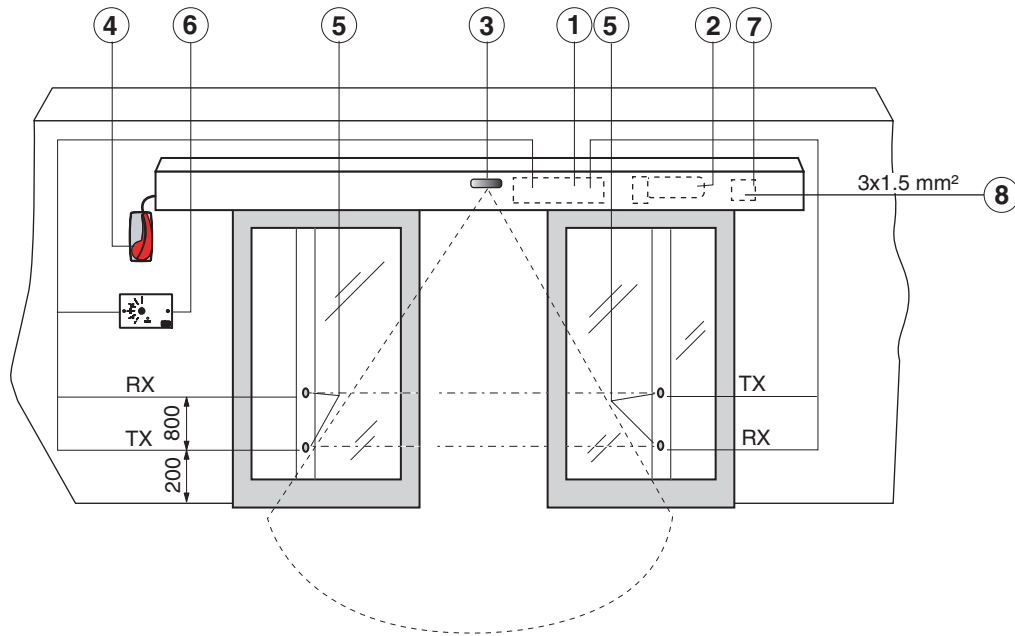

Fig. 1
2.1 Installatieverwijzingen type (fig. 1)